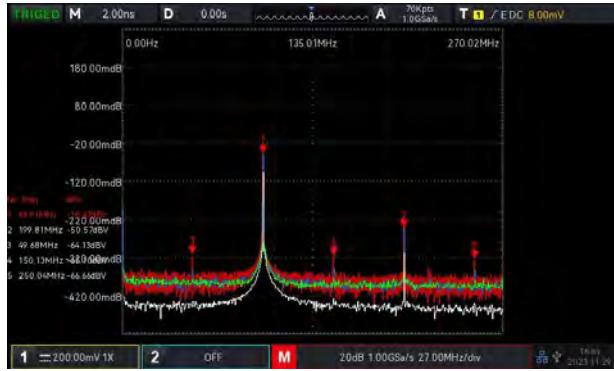

Figure 17-2
- c. Indépendant : Affiche uniquement la forme d'onde FFT et les coordonnées. La forme d'onde FFT est affichée sur 10 grilles, comme le montre la figure 17-2.